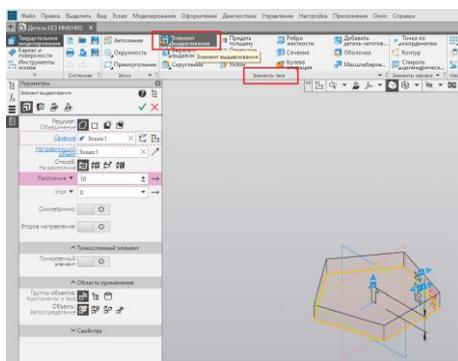

Рис. 10.
7. Выполняем **Операцию выдавливания**. На панели **Элементы тела** активируем кнопку **Элемент выдавливания** (рис. 10).